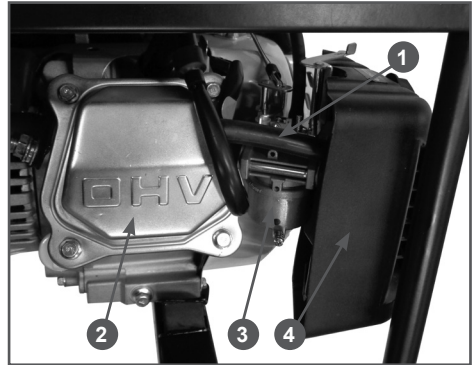

Рис. 19 Трубка системы вентиляции картера
*В процессе работы генератора при температуре окружающей среды ниже  $-10^{\circ}\text{C}$  в трубке 1 системы вентиляции картера происходит образование конденсата и его замерзание (Рис. 19). Это приводит к повышению давления в картере двигателя и выдавливанию моторного масла через сальники и прокладки, в результате чего происходит выход двигателя из строя из-за недостаточной смазки. Проверьте трубку 1 системы вентиляции картера на наличие ледяной пробки каждые 30 минут или чаще (Рис. 19).*